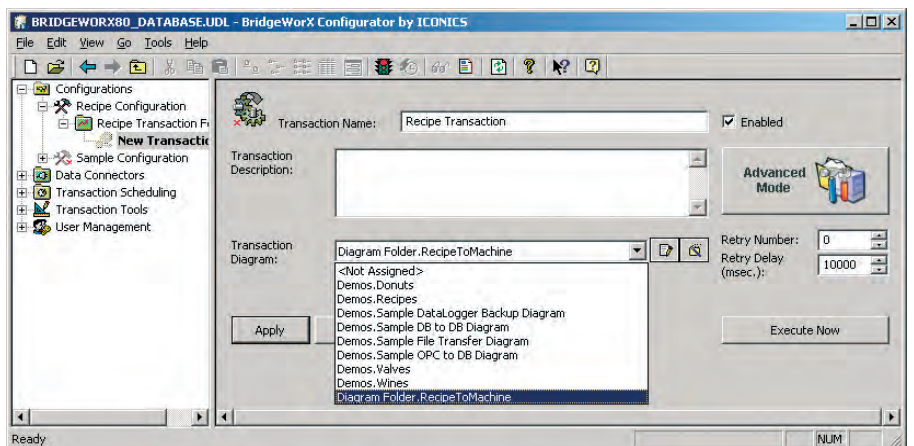

Рис. 58. Связь диаграммы транзакции с конфигурацией
- Выберите из выпадающего списка в поле **Transaction Diagram** созданную диаграмму **Diagram Folder.RecipeToMachine**, как показано на рис. 58. Нажмите кнопку **Apply** (Применить).